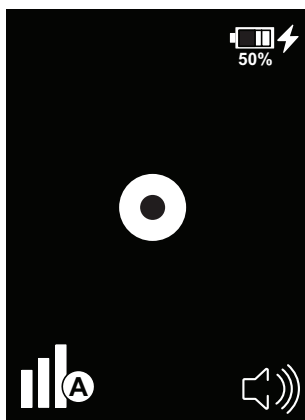

Bild 20: "Steady state"-display med laddare ansluten
- Med läckagedetektorn avstängd och laddaren ansluten anger displayen laddningsstatus såsom visas i bild 20. Ladda läckagedetektorn tills displayen visar 100 %.